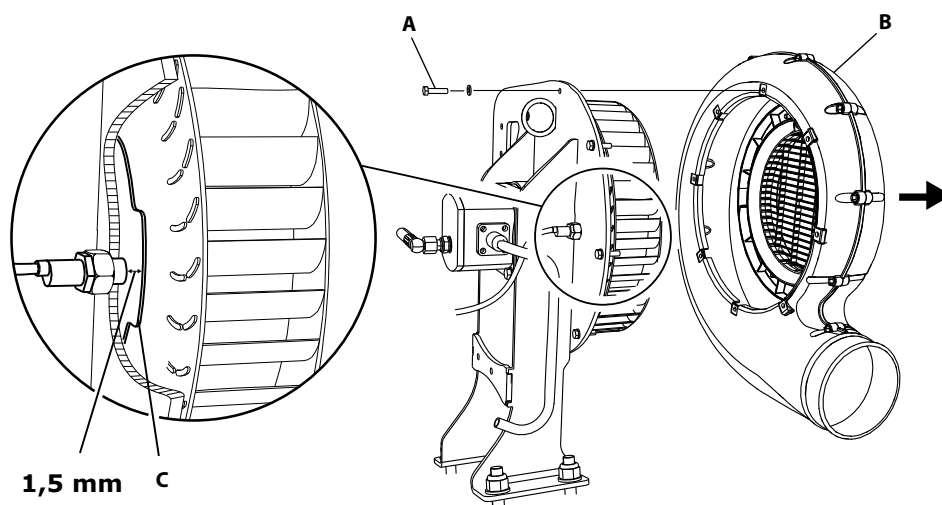

Figure 14.98
- 3 Povolte šrouby (A) a zdvihněte kryt ventilátoru (B).
- 4 Rukou otočte kolem ventilátoru, aby se deska indikátoru (C) posunula do polohy znázorněné na "Figure 14.98".
- 6 Namontujte kryt ventilátoru (B) zpátky.